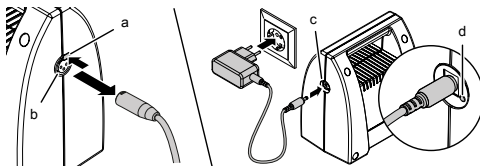

Fig. 9: Lade opp batteriet
- Når du utfører arbeid på motoren, må du alltid trekke ut kontakten mellom motoren og batteripakken på forhånd! (se også kapittel 7.2, fig. 9)
Feil under selvtest. Garasjeporten åpner eller lukker ikke.	Trekk ut kontakten mellom drevet og batteriet (se kapittel 7.2, fig. 9), og sett den inn igjen etter ca. 10 sekunder.